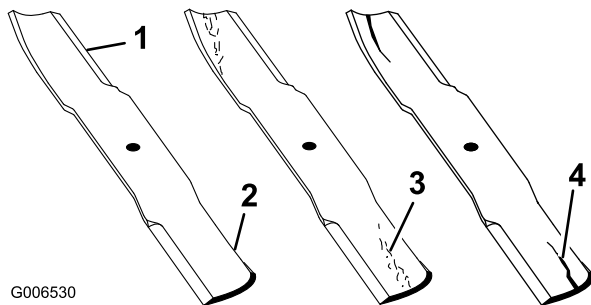

Figure 87
1. Examinez le tranchant des lames (Figure 87). Si les lames sont émoussées ou présentent des indentations, déposez-les et affûtez-les. Voir Affûtage des lames.
2. Inspectez les lames, surtout la partie relevée (Figure 87). Remplacez immédiatement toute lame endommagée, usée ou qui présente une entaille (Figure 87).